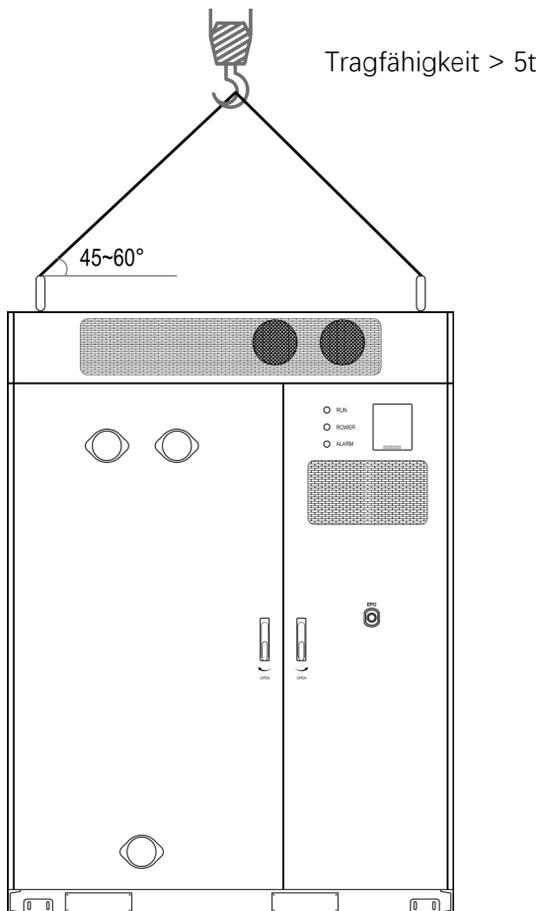

Abbildung 1
- Stellen Sie sicher, dass alle Anschlagmittelverbindungen sicher und zuverlässig sind und dass die Längen der an den Eckbeschlägen angeschlossenen Anschlagmittel gleich sind. Siehe Abbildung 1.